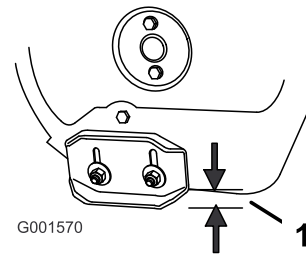

Рисунок 24
- Ослабьте затяжку гаек, крепящих оба полоза к боковинам шнека, так, чтобы шнек мог легко перемещаться вверх и вниз (Рисунок 24).